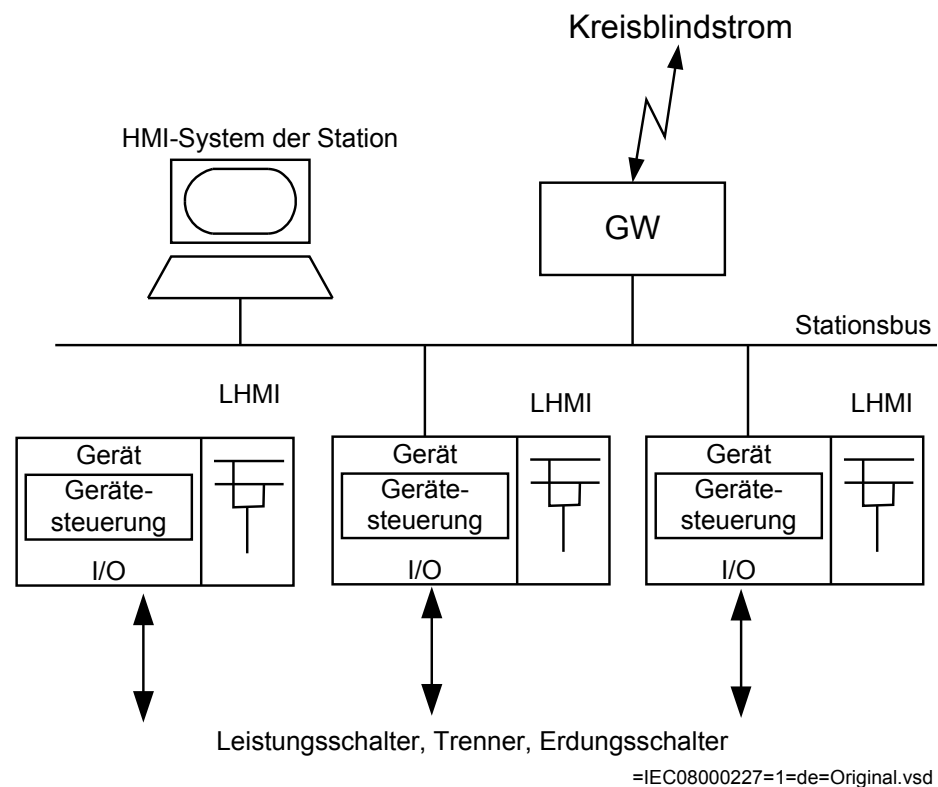

Abb. 156: Überblick über die Gerätesteuerung
Abbildung 156 vermittelt einen Überblick, von wo die Gerätesteuerung Befehle empfängt. Die Befehle an ein Gerät können von der Leitstelle aus initiiert werden (CC), von der Stations-HMI oder der LHMI auf der IED-Front.